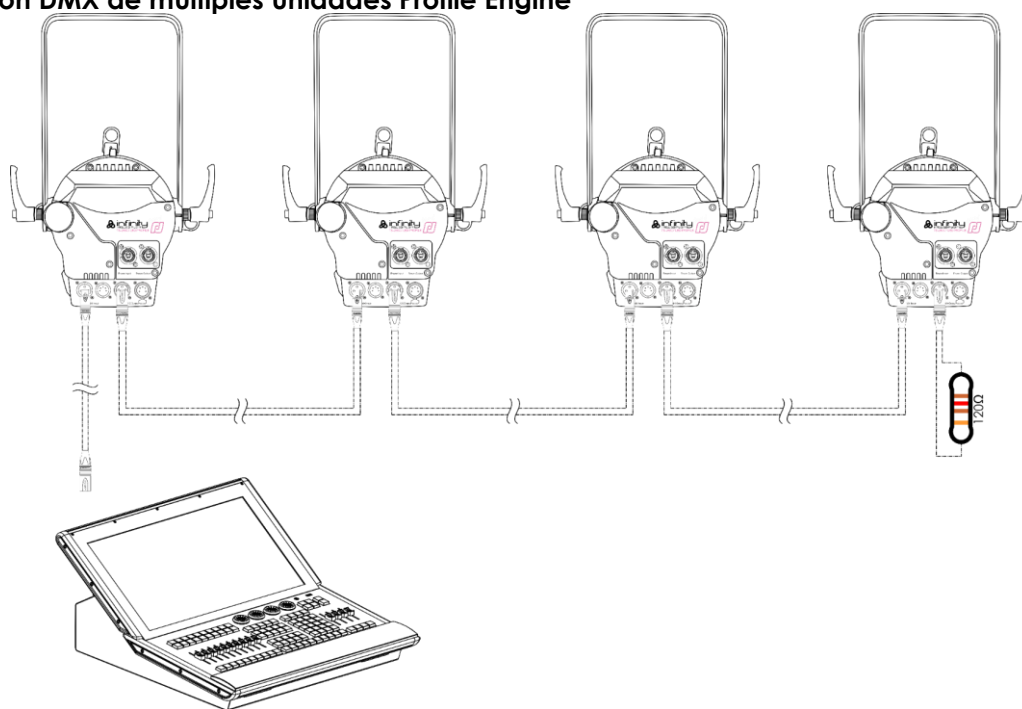

Fig. 12
- 05) Conecte las unidades entre ellas como se indica en la Fig. 12. Conecte un cable de señal DMX que vaya desde el conector DMX Output (salida) de la primera unidad al conector DMX Input (entrada) de la segunda unidad. Repita este proceso para interconectar las unidades segunda, tercera y cuarta.